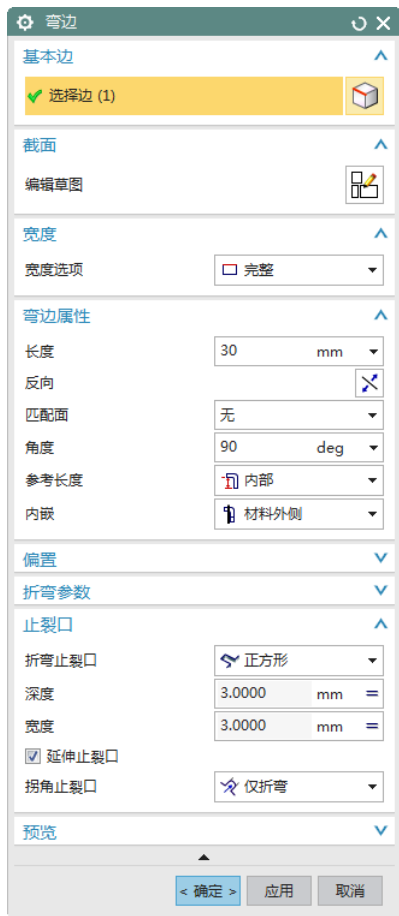
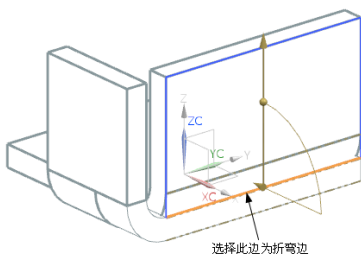

图 3-19 “弯边”对话框
图 3-20 选择第 2 弯边特征折弯边
(1) 选择“菜单(M)”→“插入(S)”→“折弯(N)”→“弯边(F)...”，或者单击“主页”选项卡“折弯”面组上“弯边”按钮，打开如图 3-19 所示“弯边”对话框，设置“参考长度”为“内部”，“内嵌”为“材料内侧”，“宽度”选项为“完整”。
(2) 在视图区中选择如图 3-20 所示的折弯边, 并在如图 3-19 所示弯边对话框中设置弯边长度为 30, 角度为 90, 在折弯止裂口下拉列表中选择“正方形”裂口, 在拐角止裂口中选择“仅折弯”。